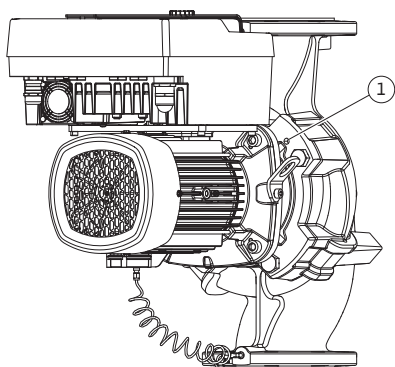

Fig. 14: Abdrücken des Einstecksatzes über Gewindebohrungen (je nach Pumpentyp)
Bei Pumpentyp Fig. II und Fig. III dafür die zwei Gewindebohrungen (Fig. 14, Pos. 1) nutzen. Dabei geeignete, bauseits bereitgestellte Schrauben (z. B. M10 x 25 mm) verwenden.
5. Den Einstecksatz (siehe Fig. 5) vom Pumpengehäuse abdrücken. Dafür die zwei Gewindebohrungen (siehe Fig. 14) nutzen. Zum Lösen des Sitzes Schrauben M10 mit geeigneter Länge in die Gewindebohrungen eindrehen.